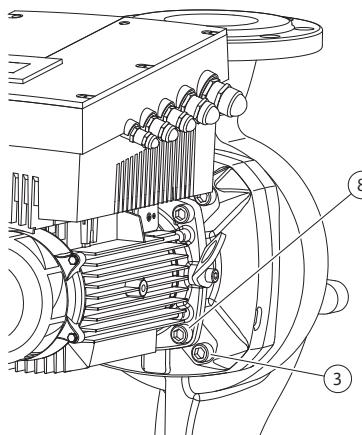

Fig. 52: Opcjonalne mocowanie głowicy silnika
11. Odkręcić i usunąć śruby (Fig. 7, poz. 3). W zależności od typu pompy dotyczy to śrub zewnętrznych (Fig. 52, poz. 3). Główica silnika (patrz Fig. 13) nawet po usunięciu śrub pozostaje bezpiecznie zamocowana w korpusie pompy, również przy poziomym położeniu wału silnika nie ma niebezpieczeństwa przewrócenia.
16. W zależności od typu pompy poluzować śruby (Fig. 7, poz. 10) lub alternatywnie śruby (Fig. 52, poz. 8).
22. Ostrożnie wsunąć latarnię na wał i ustawić w poprzedniej lub w innej pozycji pod kątem w stosunku do kołnierza silnika. Przestrzegać przy tym dopuszczalnych pozycji montażowych poszczególnych elementów (patrz rozdział 7.1 „Dozwolone położenie montażowe i zmiana rozmieszczenia elementów przed instalacją” na stronie 146). Zamocować latarnię śrubami (Fig. 7, poz. 10) **albo** – w przypadku typów pomp/typów latarni wg (Fig. 52) – śrubami (Fig. 52, poz. 8) na kołnierzu silnika.